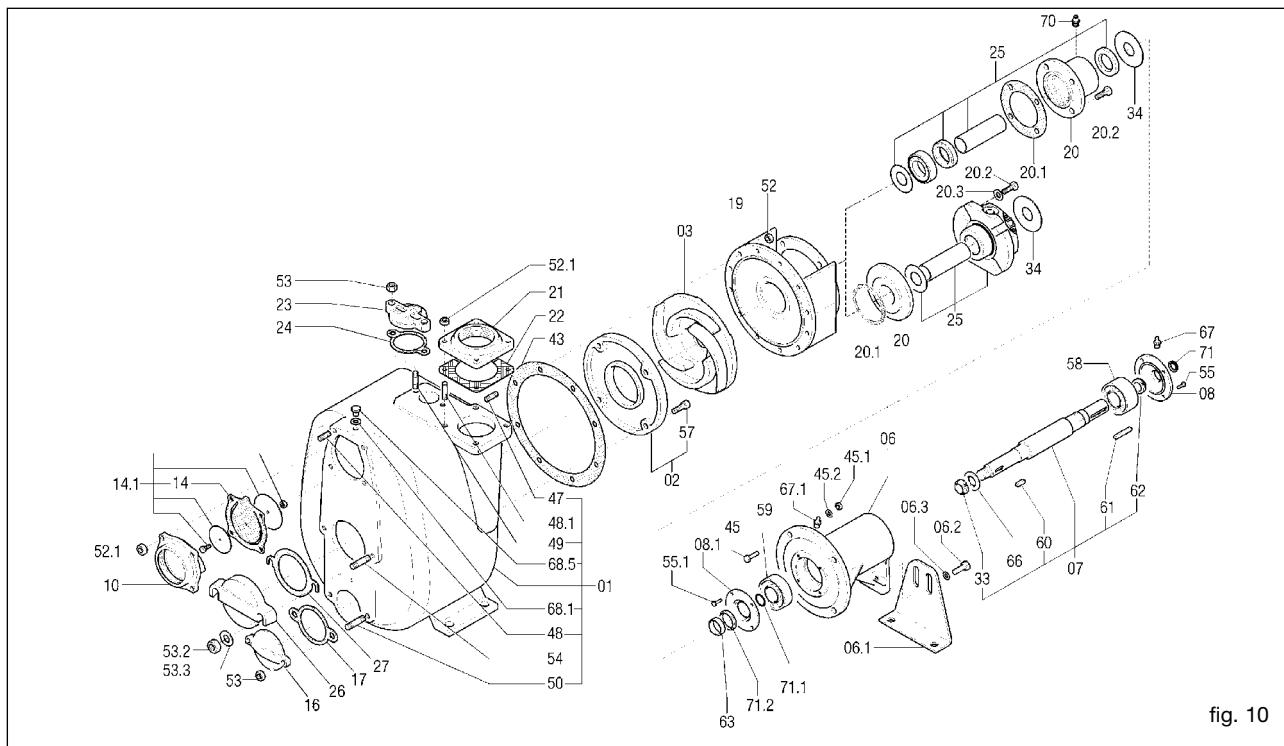
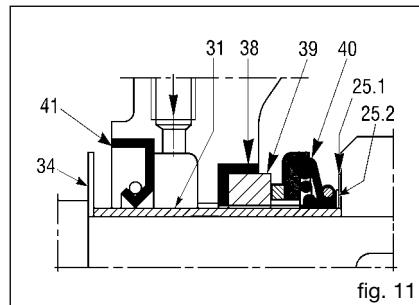
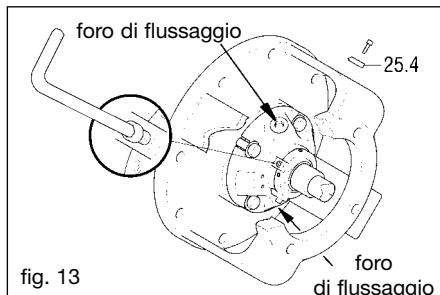

fig. 10
fig. 11
fig. 13
La tubazione di aspirazione deve avere un diametro uguale a quello della bocca di aspirazione della pompa (per diametri superiori consultare la Varisco). Evitare, se possibile, curve, gomiti o strozzature che possano limitare l'afflusso di liquido alla pompa. Non montare la valvola di fondo: la pompa è provvista di valvola di non ritorno (14) (fig. 10) incorporata.
A titolo esemplificativo si riporta un disegno di esploso (fig. 10).
13.2 Sostituzione della girante (fig. 10)
- Svitare i dadi (52) e rimuovere il corpo pompa, cercando di non danneggiare la guarnizione (43).
- Bloccare la girante (03) e svitare il dado autobloccante (33).
- Sostituire eventualmente la guarnizione (43).
13.3 Sostituzione del piatto d'usura (fig. 10)
- Svitare i dadi (52) e rimuovere il corpo pompa cercando di non danneggiare la guarnizione (43);
- Svitare le viti a testa con esagono incassato (57)
- Rimuovere e sostituire il piatto d'usura (02)
- Sostituire eventualmente la guarnizione (43)
13.4 Sostituzione della valvola (fig. 10)
- Svitare i dadi (52) (fig. 10) e rimuovere il corpo pompa, cercando di non danneggiare la garnizione (43).
- Bloccare la girante (03) e togliere il dado autobloccante (33).
- Fissare i posizionatori (25.4) di blocco della tenuta nelle apposite sedi (fig. 13).
- Togliere i posizionatori (25.4) (fig. 13) di blocco tenuta e fissarli sugli appositi fori della flangia per un riutilizzo in fase di smontaggio.
Per ottenere ciò le quote A e B di fig. 17, 18, 20, 21 devono risultare il più possibile uguali. A tale scopo si usano gli anelli di compensazione (25.2) (fig. 11) forniti con la tenuta di ricambio. Tali anelli servono a spostare in avanti la girante nel caso venga a trovarsi troppo distante dal piatto di usura frontale o troppo vicina a quello posteriore (quando previsto). Gli anelli di compensazione vanno montati tra l'anello sostiene tenuta (25.1) (fig. 11) e la girante. Ulteriori aggiustamenti possono essere fatti con le guarnizioni corpo e piatto posteriore. L'interposizione della guarnizione (43) (fig. 10) di spessore 0,5 mm determina la distanza richiesta (fig. 19).
13.8 Manutenzione dei cuscinetti (fig. 10)